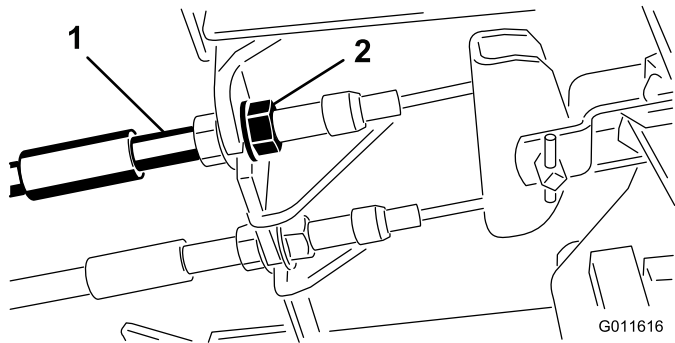

Figura 72
1. Per ridurre il gioco dei pedali del freno, stringete i freno allentando il dado anteriore sull'estremità filettata del cavo del freno (Figura 72).